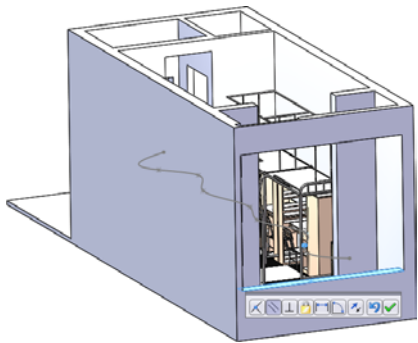

图 5-30 设置平行约束
STEP 4 选择“辅助块”的上表面, 设置与窗户底部窗框的约束为“平行”配合关系, 如图 5-30 所示。